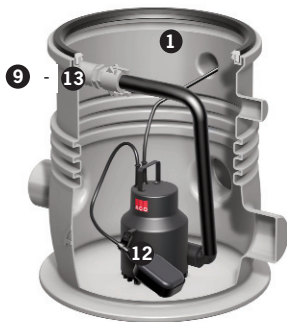

Abb. 15
- Pumpe mit Schwimmer nach oben durch das Aufsatzstück in den Behälter einsetzen (Abb. 15).